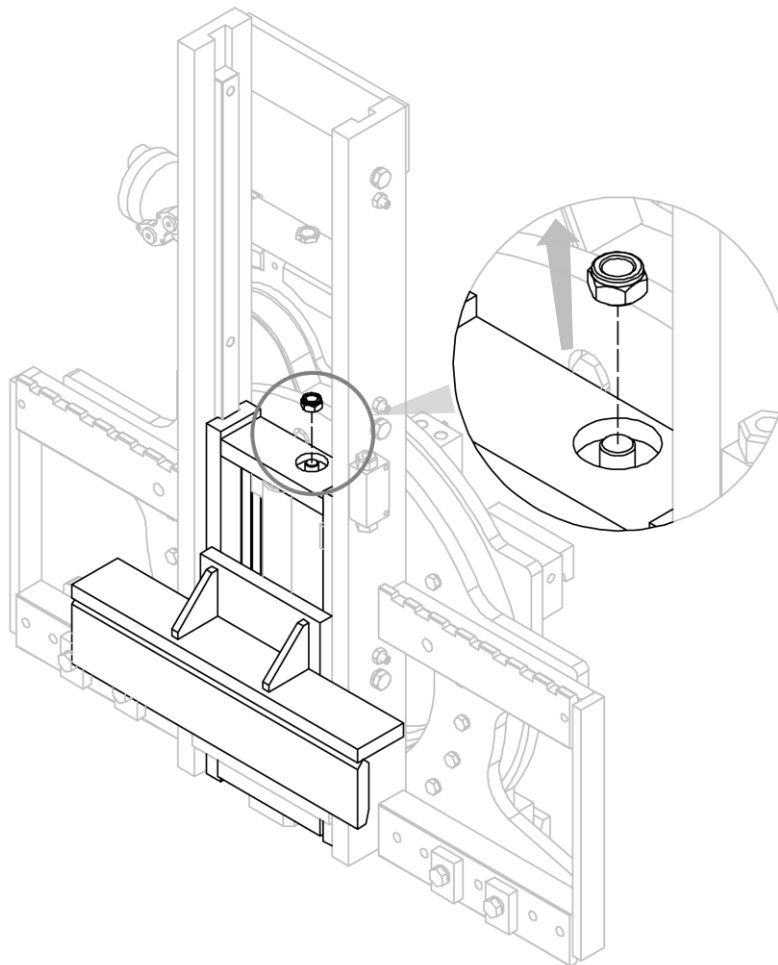

Figura 20
2. Retire la tuerca que sujeta la estructura móvil a uno de los cilindros (mira *Figura 20*).